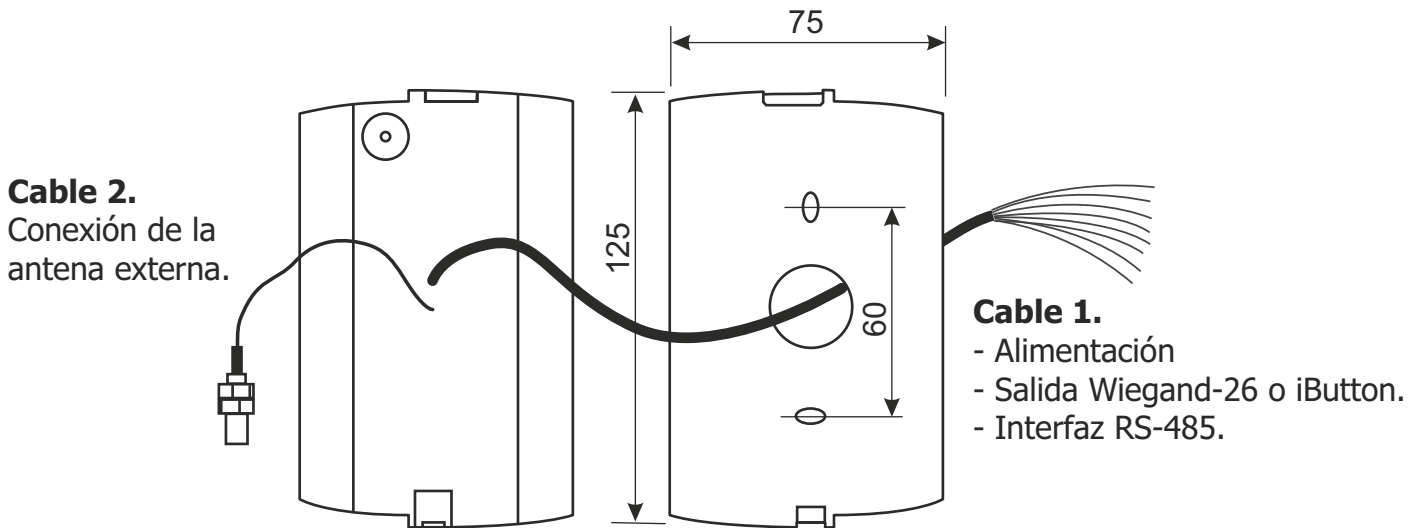

Figura 1
1. Marque y taladre los orificios de montaje del mismo tamaño que los orificios en la carcasa del lector (consulte la Figura 1).